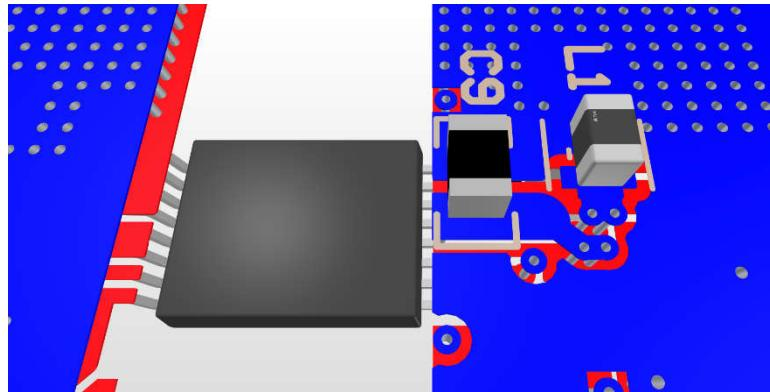

図 8-9. 底面、昇降圧、VEE LC の配置と配線
- a. $2.2\mu F$ の高周波バイパスコンデンサ (C9) は、 VEE および COM ピンのできるだけ近くに配置します。3MHz から 4MHz までの自己共振周波数は、 $3.3\mu H$ のインダクタ (L1) を選択した昇降圧コンバータのスイッチング周波数ノイズに対して低インピーダンスのデカッピングを実現するために最も理想的です。 VEE 昇降圧コンバータのコンデンサと内部ローサイド MOSFET との間のスイッチングループを低減するために、コンデンサを PCB のさまざまな側に配置し、ビアを使用して接続することも可能です。さらに、コンデンサを異なる側に配置すると、 VDD ピンと COM ピンのデカッピングコンデンサの配置が簡素化されます。図 8-9 に、C9 と L1 を PCB の底面に配置する例を示します。